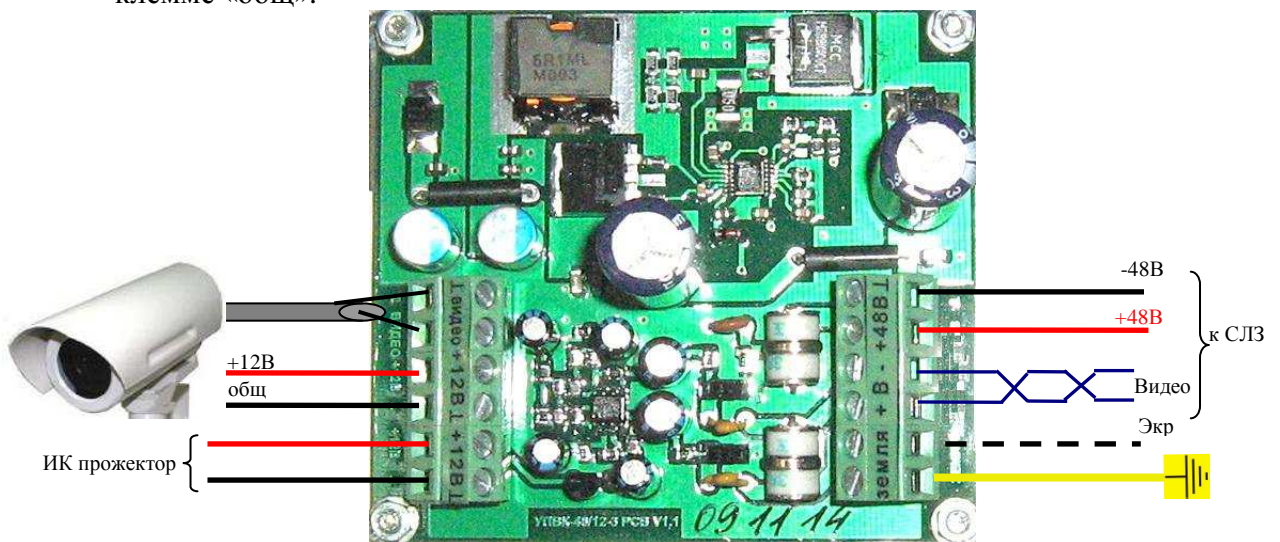
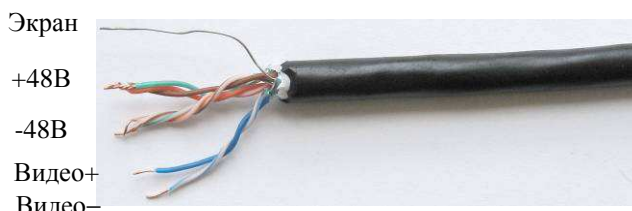

Рисунок 9.7 Подключение кабелей к УПВК-1У исп.2.
Рисунок 9.10 Разделка кабеля КВПЭф-5е-4х2х0,52
- **Монтаж проводов от УПВК к ВК.** Подсоедините (продев через гермоввод) провода питания и видеоканала от ВК к УПВК-1У исп.2 как представлено на рис. 9.7. Центральную жилу коаксиального кабеля подсоедините к клемме «Видео», а оплетку - к клемме «общ».
- **Подсоединение линии связи и питания к УПВК.** Подсоедините кабель витой пары линии связи к клеммам УПВК-1У исп.2 «+48В» и «Видео+, Видео-» как указано на рис.9.7. Если одна витая пара в кабеле используется для передачи видеосигнала, а остальные 3 пары используются для подачи напряжения электропитания (цветные провода из трёх пар соединяются вместе), то подготовьте кабель для подключения как представлено на рис.9.10.